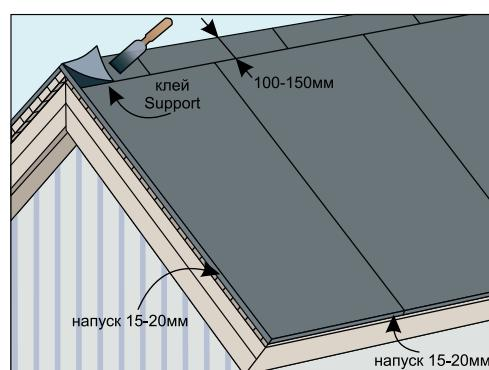

Рис. 14
- На коньке подкладочные ковры, уложенные по первому скату, обрезаются по коньку, и затем верхний край гвоздями фиксируется к настилу крыши. Подкладочный ковер противоположного ската перекрывает конек на 150мм и соединяется с подкладочным ковром первого ската с помощью битумного клея Support, если конек не вентилируемый (рис.14);